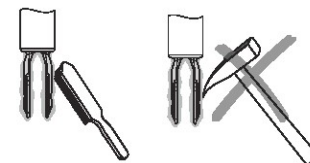

Рисунок 6 – Очистка камертона
3.2 Очистку камертона следует производить только металлической щеткой (рисунок 6) или промывочной жидкостью.